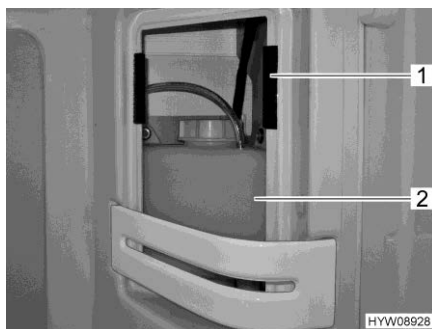

Fig. 191 Vaso d'espansione (riscaldamento ad acqua calda)
- Rimuovere la copertura del vaso d'espansione (Fig. 191,2) a destra e in alto nella doccia. La copertura è fissata con velcro (Fig. 191,1).